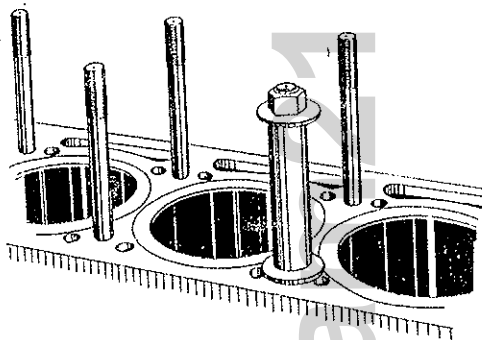

Bild 59 Befestigung der Zylinderlaufbüchsen mit Spannhülsen
- mit Spannhülsen die Zylinderlaufbüchsen festmachen, um ihr Herausfallen aus dem Zylinderblock zu verhindern (Bild 59);